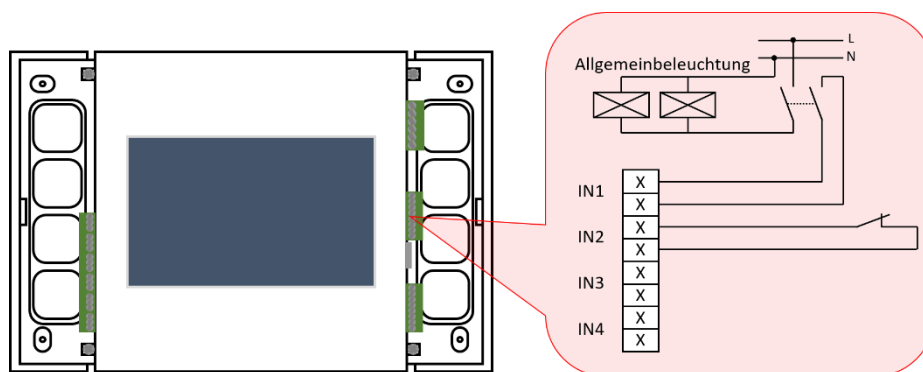

Abbildung 10 Schalteranschluss
Die Eingänge der ECC2-Touch Anlage eignen sich auch dazu, Schalter der Allgemeinbeleuchtung mit abzufragen. Dies ermöglicht Leuchten mit der Allgemeinbeleuchtung zu schalten. Die Schaltlogik kann programmiert werden. Abbildung 10 Schalteranschluss zeigt die korrekte Verkabelung für Schaltvorgänge mit oder ohne Allgemeinbeleuchtung. Bei der Programmierung kann zwischen Normal Open (NO) und Normal geschlossen (NC) gewählt werden. Die Programmierung der Eingänge für Schaltvorgänge ist in **Fehler! Verweisquelle konnte nicht gefunden werden.** erläutert.